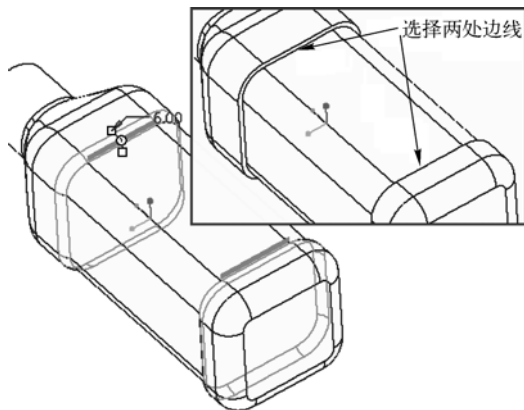

图 13-60 倒圆角 6
- 3 结合〈Ctrl〉键选择如图 13-60 所示的两处边线。